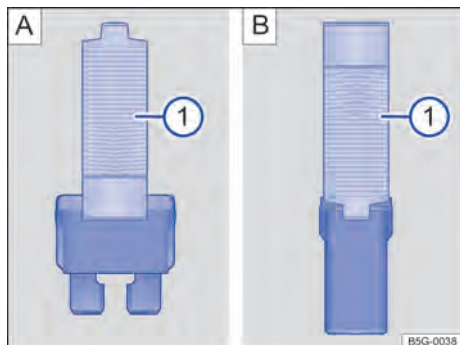

Fig. 198 Retirar ou colocar o fusível com a pinça de plástico: [A]: fusível plano, [B]: fusível de bloqueio.
- Se necessário, retirar a pinça de plástico → Fig. 198  da cobertura da caixa de fusíveis.
- De acordo com a versão do fusível, colocar as garras adequadas do alicate plástico → Fig. 198 [A]  ou → Fig. 198 [B]  lateralmente no fusível.